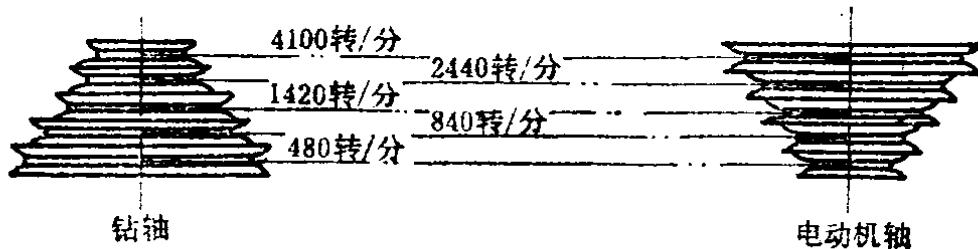

图1-8 Z512台钻传动简图
②立柱 底座④上装有圆形截面的立柱②，它的顶部是机头升降机构。松开手柄4，旋转摇把1，能使机头升降到需要位置。当机头升降到所需高度后，应将手柄4旋紧，将机头锁住。
③电动机 头架后面装有电机托板和电动机。松开螺钉6，可推动电动机前后移动，借以调节三角带的松紧。调节后应将螺钉6拧紧。
④底座 底座的上平面就是工作台面，中部有一条T形槽，用来装夹工件或夹具。底座四角有安装用的螺栓孔。
⑤电气部分 机床右侧有电气盒及转换开关（又称倒顺开关），操作此开关能使主轴反、正转起动或停止。
(2) 传动系统 台钻的主轴和电动机轴上分别装有一个五级三角带轮（俗称塔轮），若改变三角带在两个塔轮槽内的相对位置（如图1-8），能使主轴获得五级变速。